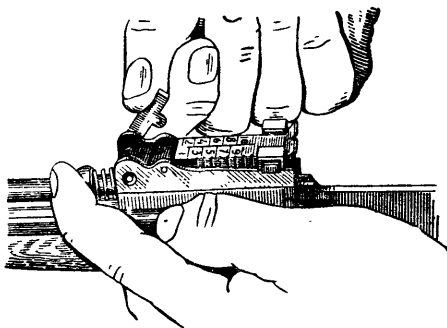

Рис. 13. Извлечение толкателя с его пружиной
2) **Вынуть толкатель с пружиной** (рис. 13). Левой рукой взять карабин за цевье под прицелом, правой рукой повернуть флажок замыкателя газовой трубки вверх, при этом необходимо